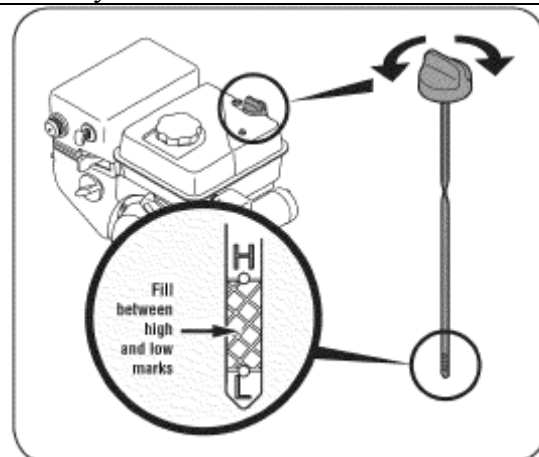

Рис. 17
4. Отвинтите крышку маслозаливной горловины и извлеките щуп. Если уровень масла не достаточный, то медленно долейте рекомендованного масла, что бы он находился между отметками высокий (H) и низкий (L). См. Рис. 17.